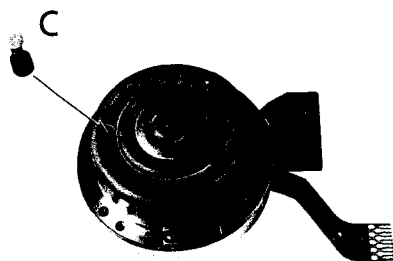

Fig. 3
- Insert the reference pin C (included with each service cylinder) through the hole in the bottom of the cylinder motor, and turn the cylinder until the pin snaps in the hole of the rotor (fig. 3).
- Den Referenzstift C (Bestandteil jeder Service-Kopftrommelgar-nitur) durch das Loch im Boden des Kopftrommelmotors einführen und die Kopftrommel so lange drehen, bis der Stift in das Loch des Rotors einschnappt (Abb. 3).
- Engager l'ergot C de référence (joint à tout tambour de maintenance) dans l'orifice pratiqué dans la partie inférieure du moteur du tambour. Imprimer au tambour un mouvement de rotation pour enclencher l'ergot dans l'évidement du rotor (fig. 3).